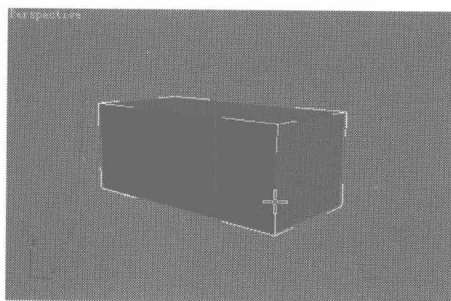

图 7.6
- 03 下面我们将三视图导入 Max 中。单击 ，进入创建面板，单击  按钮，选择 **Standard Primitives** 类型，单击 **Box** 按钮，在 Top 顶视图中创建一个 Box 物体，然后在卷展栏中根据三视图的大小，调整 Box 物体的大小参数，如图 7.6 所示。